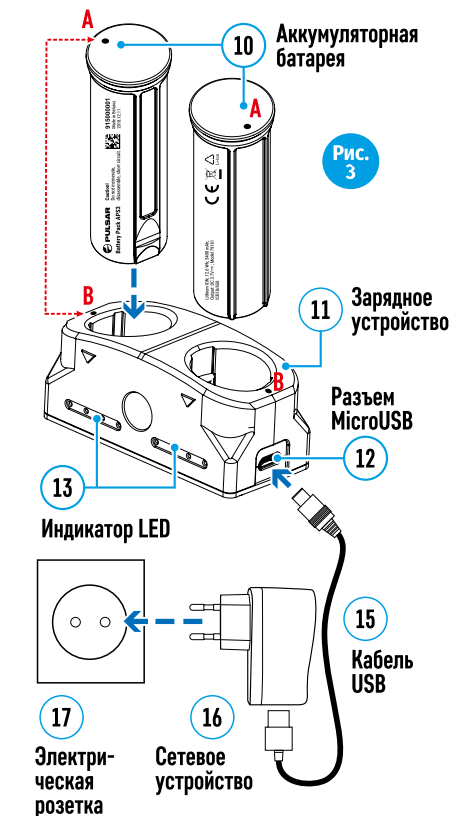

Рис. 3
#### Вариант 2 (Рис.3)
- Установите аккумуляторную батарею (10) по направлению до упора в слот зарядного устройства APS (11) (см. рис.3) из комплекта поставки Вашего прибора или приобретенного отдельно.
- Подключите штекер microUSB кабеля USB (15) к разъему microUSB сетевого устройства (16). Подключите устройство в розетку 100-240В (17).
- Подключите второй штекер кабеля microUSB к разъему (12) зарядного устройства (11).
- Индикация LED светодиода (13) будет отображать статус заряда батареи (см. таблицу).